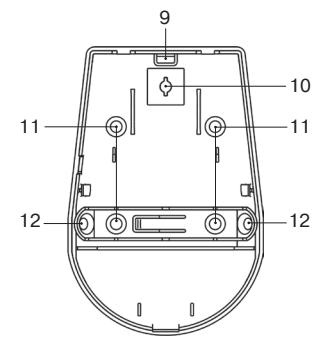

Рисунок 2 – Конструкция «Пирон-4Д»
Основание корпуса с печатной платой представлены на рис. 2 б).
В основании корпуса имеются выламываемое отверстие (9) для ввода проводов, а также крепежные отверстия (рис. 2 в):
- (10) для крепления основания к кронштейну;
- (11) для монтажа на стене;
- (12) для монтажа в углу.
- Снимите крышку извещателя, отжав отверткой фиксатор крышки через отверстие, расположенное в нижней части основания извещателя (рис. 2а).
- Просверлите в основании извещателя отверстия, которые будут использоваться для прокладки проводов и крепления извещателя (рис. 2в).
В извещателе предусмотрена перемычка SENS HIGH (4) (рис. 2б). При снятой перемычке извещатель работает в режиме нормальной чувствительности (устойчив к перемещению домашних животных массой до 20 кг). При установленной перемычке извещатель работает в режиме высокой чувствительности (устойчив к перемещению домашних животных массой до 10 кг).